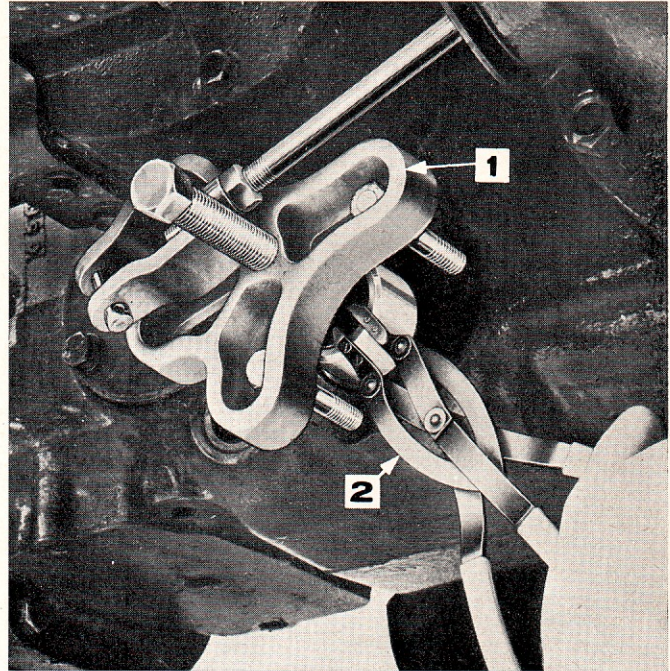

Figure 12: Compression du ressort de frein de l'embrayage.
3. Comprimer le ressort de frein à l'aide de l'outil No. 518 (Figure 12) et déposer le circlip.
2. Présenter la rondelle et le circlip. Comprimer le ressort de frein à l'aide de l'outil No. 518, comme représenté Figure 12.